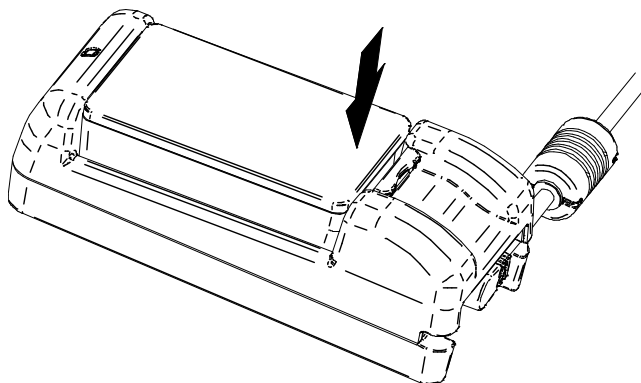

Figura 17-6 Installazione della batteria (2)
- (2) Premere la batteria finché la linguetta della batteria "b" non si blocca nella scanalatura del caricabatterie "B", come mostrato dalla freccia nella Figura 17-6.